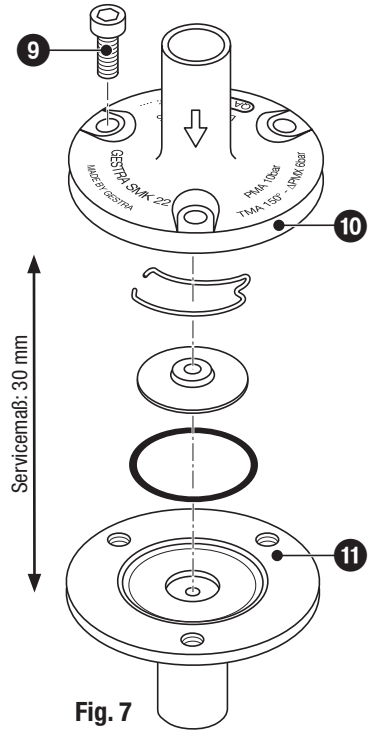

Fig. 7
2. Innensechskantschrauben **9** lösen und heraus-schrauben. **Fig. 7**